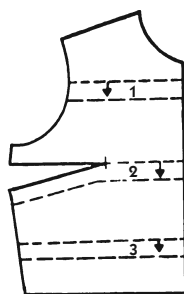

Рис. 602
3. **Складки, заложённые вниз.** Скопируйте лекало 601. Расположите вытачку по верхней линии складки 2, а складки направьте вниз (см. стрелки на рис. 602). Для этого:
- перенесите вниз от этой линии распах вытачки, затем соедините первую линию наклонной прямой с обозначенной глубиной вытачки (рис. 602).